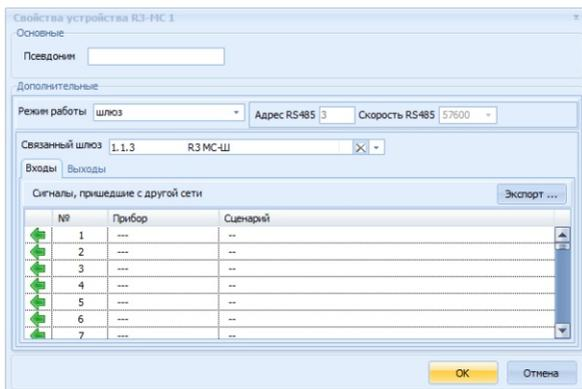

Рисунок 10.4
10.5 Для включения в MC режима R3-МС-Ш необходимо в системе R3-Link перейти на вкладку «Планы», выделить R3-МС в дереве и открыть контекстное меню «Свойства» (рисунок 10.4). В открывшемся меню выбрать режим работы «шлюз». Если в текущий план внесены и система R3-Link, и система RS-485, то необходимо указать «Связанный шлюз» – R3-МС-Ш из системы RS-485. В этом случае адрес и скорость шлюза в системе RS-485 заполнятся автоматически, а также в обеих системах произойдет связывание вкладок «Входы» и «Выходы» друг с другом (при дальнейших настройках шаги с импортом и экспортом конфигураций сценариев пропускаются).